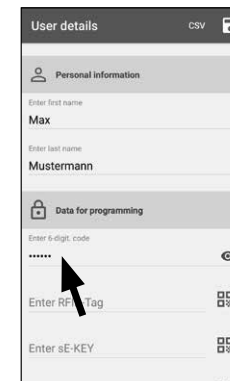

Abb. 55
- ① Geben Sie einen benutzerdefinierten Code ein (I) (Abb. 55).